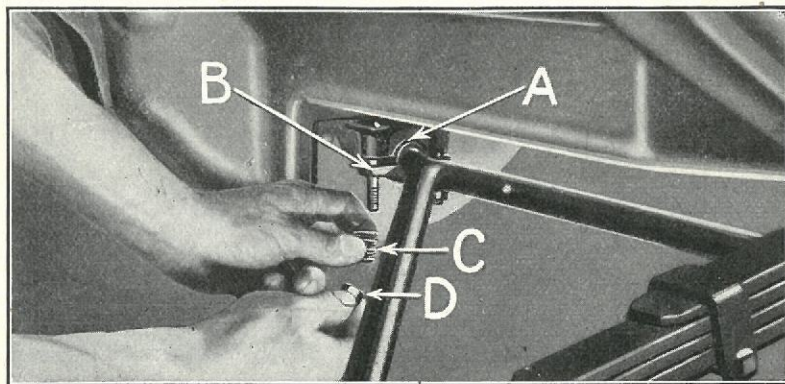

Fig. 88
- (b) Anbring Trianglens Kugle i Kugleskaalen (Fig. 88-A).